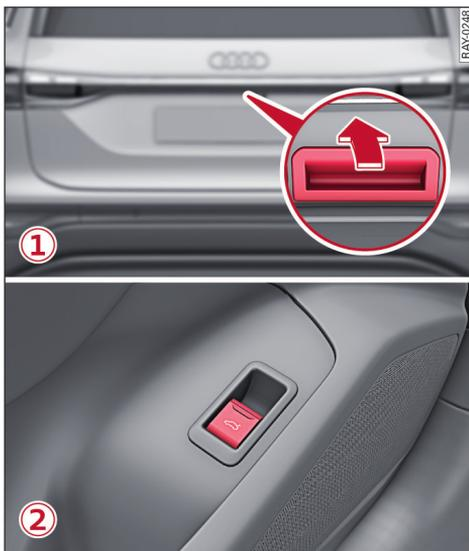
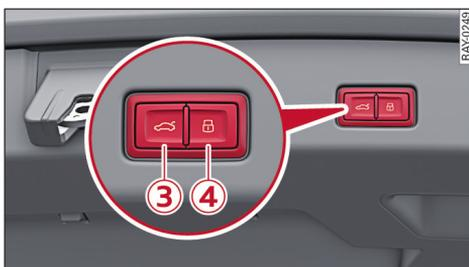

图 15 行李厢盖内的触摸把手 ①、驾驶员车门内的按钮 ②
图 16 行李厢盖：③ 关闭按钮、④ 锁止按钮
- ▶ 按行李厢盖内的触摸把手 ① ⇨ 图 15。在行李厢被锁止的状态下，汽车钥匙或数字钥匙距离行李厢不得超过约 1.5 米，或
- ▶ 短暂地拉驾驶员车门内的按钮  ② ⇨ 图 15，或
- ▶ 按汽车钥匙上的按钮  /  和行李厢盖内的触摸把手给汽车或行李厢盖 ① 解锁。 ▶
您可以在 MMI 中停用/启用 ⇨ 第 30 页 通过触摸把手打开行李厢盖的功能 ⇨ 图 15。
- ▶ 按行李厢盖内的按钮  ③ ⇨ 图 16，或
- ▶ 在汽车被关闭的情况下，按行李厢盖内的按钮  ③ /  ④。汽车钥匙或数字钥匙不得位于车内。在按按钮  ④ 时，汽车在关闭行李厢后接着是被锁止的。如果您按按钮  ④，而汽车钥匙位于行李厢内或超出作用范围（大于约 1.5 米），那么系统发出一声警告音，并且行李厢无法关闭，或
- ▶ 请您在开启汽车后拉住驾驶员车门内的按钮  ② ⇨ 图 15 直到行李厢盖关闭，或
- ▶ 如果行李厢内装有按钮  ④，那么请您在汽车关闭后按住汽车钥匙上的按钮 ，直到行李厢盖关闭。锁闭会延迟进行。此时，请您站在行李厢盖后面并为之保持足够距离（至多 3 米）。
- ▶ 重新按按钮 ③ 或行李厢盖内的触摸把手 ① ⇨ 图 15，或
- ▶ 重新按按钮 ③ ⇒ 38 页，图 16 或触摸行李厢盖上的把手 ① ⇒ 38 页，图 15，或
如果现在重新按按钮 ③ ⇒ 38 页，图 16 或触摸行李厢盖内的触摸把手 ① ⇒ 38 页，图 15，那么行李厢盖再次打开/关闭。